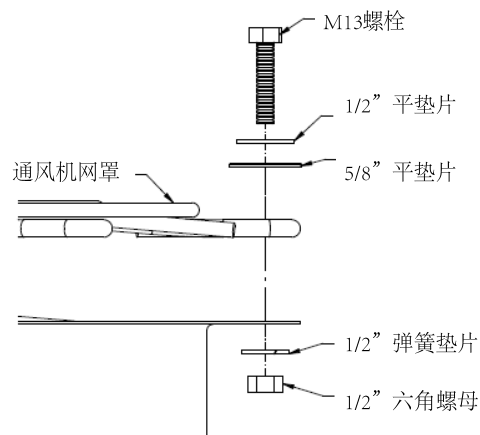

图12 - 通风机网罩与排风筒的固定
4. 把通风机网罩的每一个孔和排风筒上的孔固定在一起（见图12）。